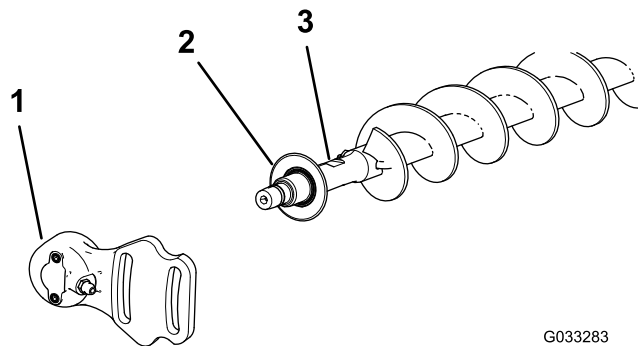

Рисунок 18
1. Если на режущем блоке установлена щетка катка, выверните 2 болта, снимите шайбы и гайки крепления корпуса подшипника неприводной стороны к монтажному кронштейну корпуса подшипника (Рисунок 17 и Рисунок 18).
2. Сдвиньте корпус подшипника неприводной стороны и защитное уплотнение с вала щетки (Рисунок 18).
9. Установите защитное уплотнение и корпус подшипника неприводной стороны на вал щетки (Рисунок 18).